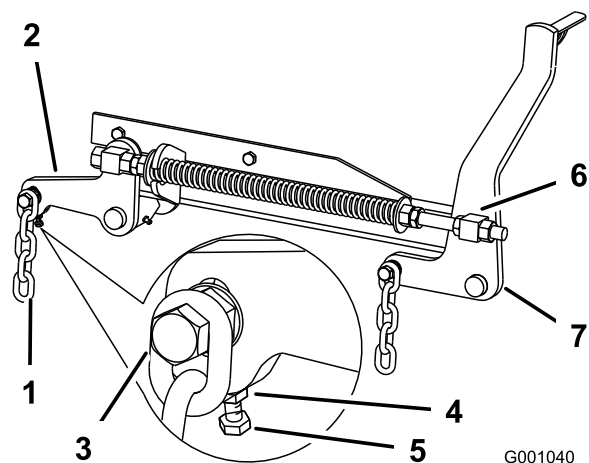

Figure 61
7. Si la distance mesurée au point **B** ou **C** n'est pas correcte, desserrez le boulon de fixation de la chaîne arrière au bras de support arrière (Figure 61).
8. Desserrez l'écrou de blocage sous le bras de support arrière et agissez sur le boulon de réglage de manière à obtenir une distance de 79 à 83 mm (3-1/8 à 3-1/4 pouces) (Figure 61).
- Desserrez d'environ 13 mm (1/2 po) les écrous de blocage à l'avant des pivots avant gauche et droit (Figure 61).
- Régalez les écrous de relevage sur les côtés gauche et droit de la machine de manière à abaisser l'avant de 6 à 10 mm (1/4 à 3/8 po) au point **A** par rapport au point **B** à l'arrière (Figure 61).